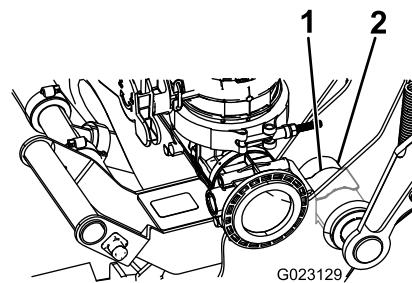

Figura 13
- Empurre até que o clipe com mola encaixe sobre o tubo articulado como se mostra na Figura 13.